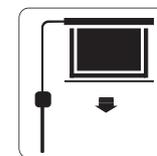

Figure 20
2. Tournez le bouton sur la position « = » pour faire sortir l'écran ; il descendra doucement. Lorsqu'il est totalement sorti, il s'arrêtera automatiquement (Figure 20).